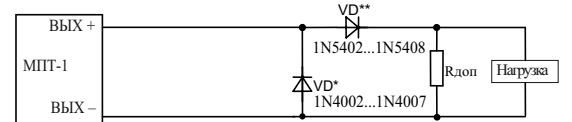

Рисунок 6
5.23 При значении тока, протекающего через нагрузку во включенном состоянии выхода, менее 50 мА, для обеспечения контроля целостности выходных цепей параллельно нагрузке должен быть подключен резистор (R_{доп}) (Рисунок 6).
1 – падение напряжения на диоде VD** (Рисунок 6), В;